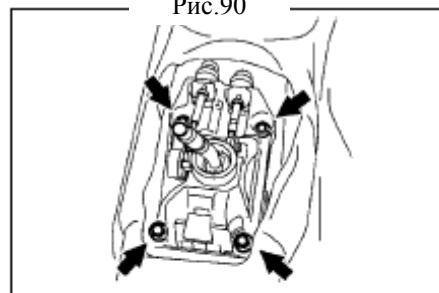

Рис.91
8. Открутите 4 болта, и отсоедините от пола рычаг переключения передач. (рис.91)